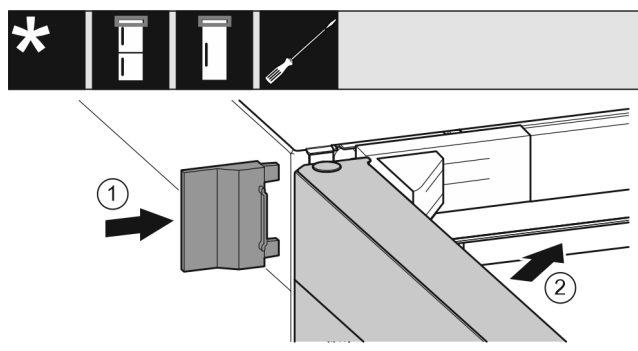

Fig. 23
- ▶ Нахлузете външния капак Fig. 23 (1).
- ▶ Затворете горната врата Fig. 23 (2).